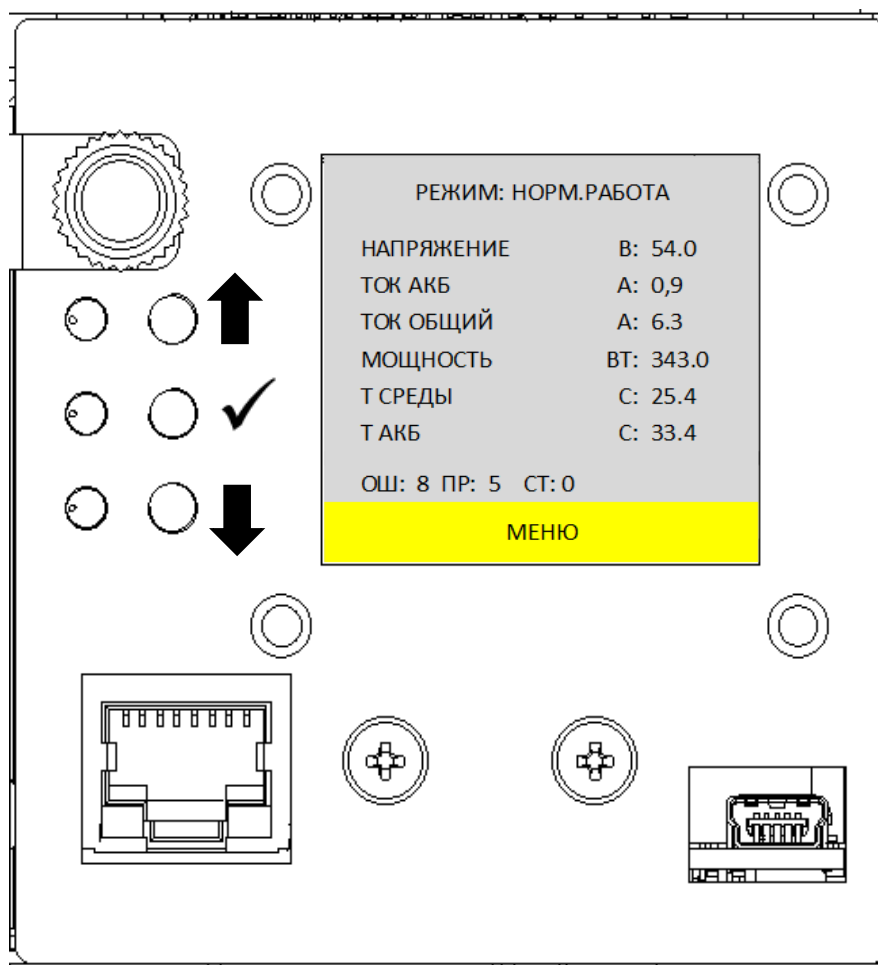

Рисунок 7 – Дисплей контроллера
2.3.1 После подачи питания на устройство происходит первоначальная инициализация контроллера. На дисплее отображается главное окно с текущей информации о состоянии: режим работы, напряжение на АБ, ток АБ, ток общий, мощность, температура окружающей среды, температура АБ, количество ошибок (аварий), предупреждений и сообщений (рисунок 7).